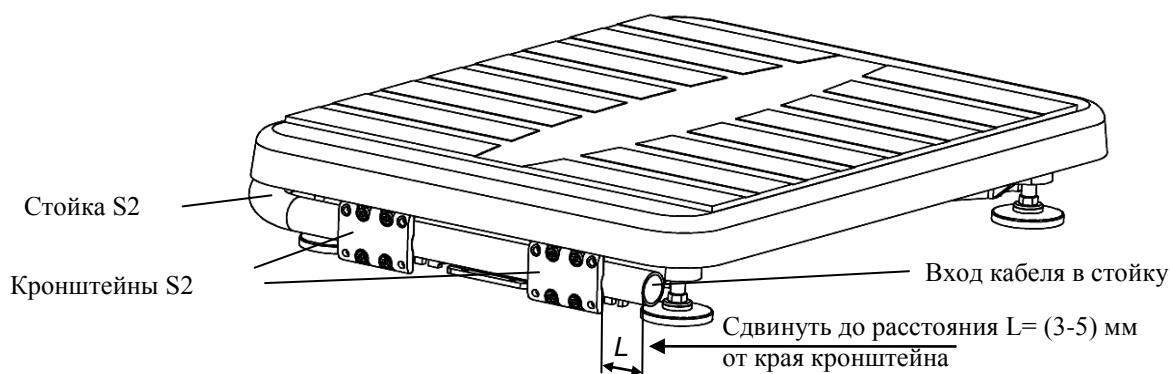

Рисунок 7.2 – Крепление круглой вращающейся стойки к основанию весовой платформы
- В основании весов сдвинуть стойку в направлении указанном стрелкой (Рисунок 7.2), обеспечив расстояние $L = (3-5)$ мм от ее края до края кронштейна.
- Излишек кабеля на входе в стойку (Рисунок 7.2) заправить внутрь стойки.